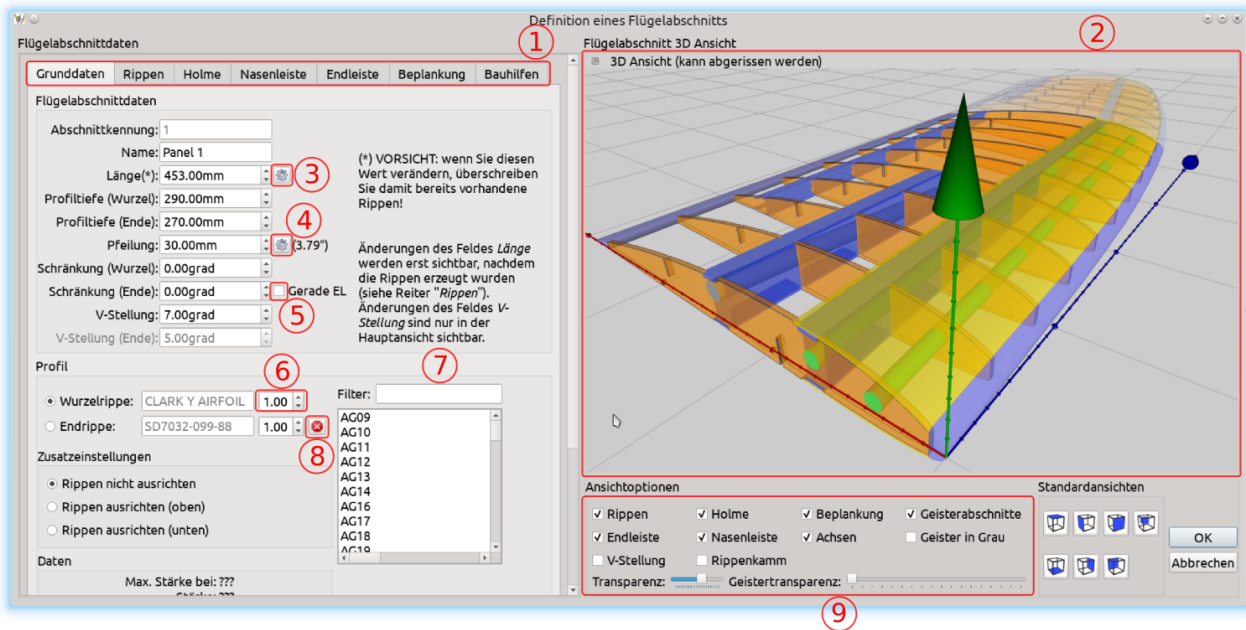

Abbildung 3: Abschnittsbearbeitungsmodus - Grundeinstellungen
Abbildung 3 zeigt das Fenster für die Bearbeitung eines Flügelabschnitts. Das Fenster ist in zwei Bereiche unterteilt: auf der linken Seite haben Sie die Möglichkeit, unterschiedliche Abschnittparameter einzustellen. Auf der rechten Seite sehen Sie die „Live 3D“ Ansicht des ausgesuchten Flügelabschnitts. Die Einstellung der Kameraposition in der 3D Ansicht erfolgt analog zum Hauptfenster.
Im linken Teilbereich des Fensters in der Abbildung 3 sehen Sie die Grundeinstellungen des aktuellen Flügelabschnitts. Das ist der Anfangspunkt in der Definition eines neuen Abschnitts. In diesem Bereich haben Sie die Möglichkeit, folgende Daten zu definieren:
- **V-Stellung** bestimmt den Winkel zwischen diesem und dem vorangegangenen Abschnitt. Die Auswirkung der V-Stellung kann nicht nur in der Hauptflügelansicht, sondern auch in diesem Fenster visualisiert werden. Aktivieren Sie dazu bitte die Option „V-Stellung“ im Bereich „Ansichtoptionen“, gekennzeichnet mit der roten Nummer 9 auf Abbildung 3.
3. *Zusatzeinstellungen.* Hier können Sie die Ausrichtung der Rippen innerhalb dieses Abschnitts bestimmen: (1) keine Ausrichtung, (2) nach oben, oder (3) nach unten. Für manche Flügel kann es nützlich sein, die Rippen explizit auszurichten, um sicherzustellen, dass die Scharnierkante für Querruder gerade verlaufen wird.
Auf der rechten Fensterseite sehen Sie den 3D Live Ansichtsbereich (rote Nummer 2), in welchem Sie den aktuellen Flügelabschnitt genau so rotieren, verschieben und heranzoomen können, wie das im Hauptansichtfenster der Fall war. In den Ansichtsoptionen (rote Nummer 9) können Sie bestimmen, welche Elemente eines Flügelabschnitts angezeigt werden sollen. Besonders interessant ist die Anzeige von „Geisterabschnitten“. Hierbei handelt es sich um an diesen Abschnitt angrenzende Abschnitte, die mit einer eigenen Transparenz- und Farbkontrolle auf Wunsch eingeblendet werden können. Geisterabschnitte sind sehr nützlich, wenn es darum geht, Flügelabschnitte aufeinander auszurichten, vor allem dann, wenn Holme vorliegen, die sich über mehrere Abschnitte erstrecken. Auf der Abbildung 3 sehen Sie so einen Geisterabschnitt im Hintergrund. Seit Version 1.3 kann auch diese 3D Ansicht abgerissen und beliebig am Schirm (oder z.B. am Zweitschirm, sofern vorhanden) positioniert werden. Wenn Sie das Bearbeitungsfenster schließen, wird auch die 3D Ansicht automatisch wieder an ihren ursprünglichen Platz angedockt.